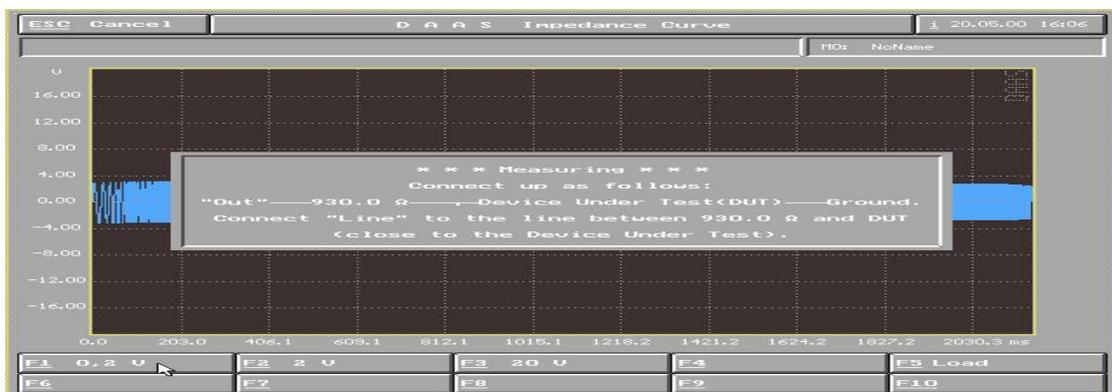

图 17
4) 此时切换开关拨到阻抗位置, 选择 F1 0.2V (图 17)